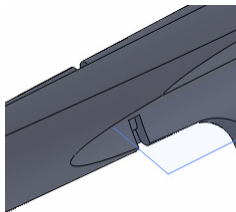

图 15-56 创建旋转切除特征
(10) 退出草图绘制环境, 弹出【切除-旋转】属性管理器, 设置【角度】为 90, 单击【确定】按钮, 即可创建旋转切除, 如图 15-56 所示。